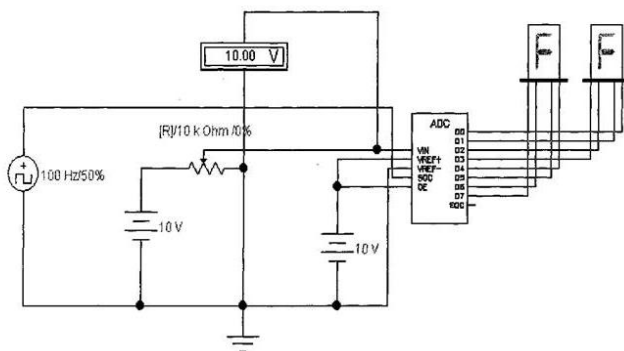

Рис. 5.1 – Структурная схема АЦП
2. В открывшемся окне Untitled построить структурную схему АЦП (рис. 5.1), используя следующие блоки на панели инструментов:
Перенос и соединение блоков производится нажатием и удержанием левой клавиши мыши. В итоге получается структурная схема, как на рис. 5.1.